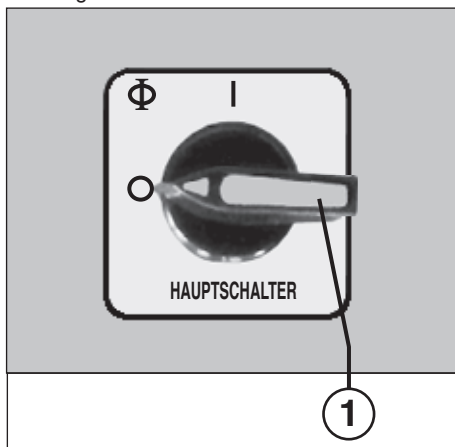

Abb. 1
Achten Sie darauf, dass die Maschine über Nacht ausgeschaltet ist (Hauptschalter (1) (Abb. 1) in Stellung „0“).
BEDIENUNGSELEMENTE (Abb. 1, 2 und 3):
- 1 = Hauptschalter (Not-Aus) (Abb. 1)**
Schalten Sie das Gerät am Hauptschalter (1) (Abb. 1) ein.